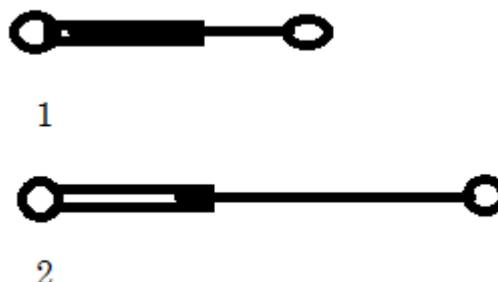

Рис.6
3. Привод линейный, который располагается на звеньях манипулятора, и позволяет звеньям менять свою длину. Привод перемещает исполнительное звено линейно по одной из осей. Привод находится внутри звена, что уменьшает размер манипулятора (рис.6). (1.)